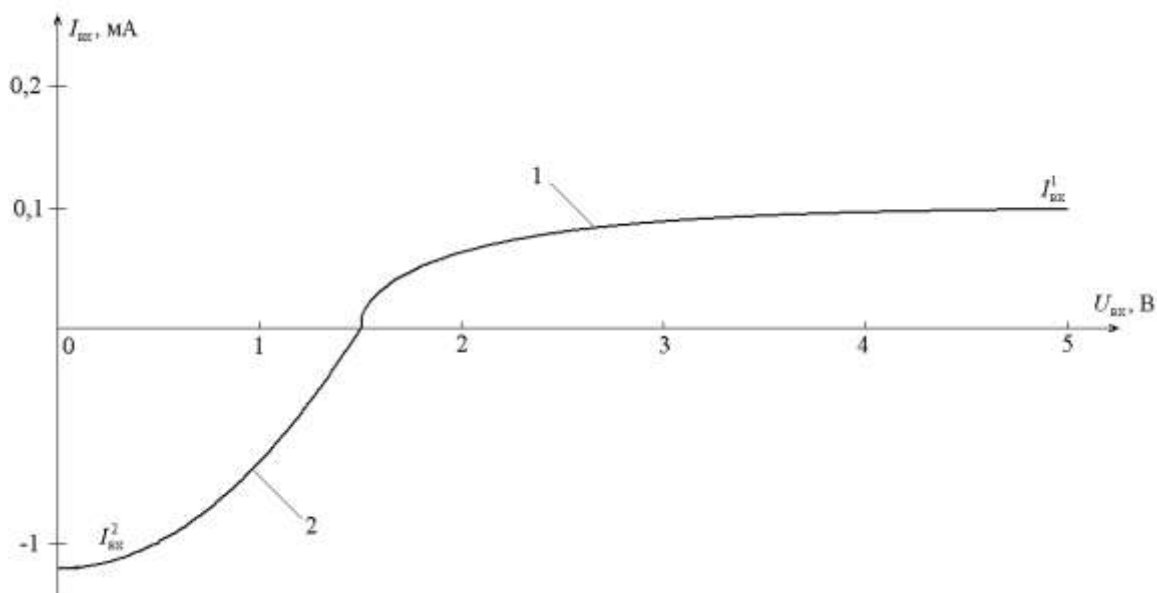

Рисунок 3.8 – Входная ВАХ ИМС: 1 – обратная ветвь ВАХ, 2 – прямая ветвь ВАХ
3. Снять входную ВАХ $I_{\text{вх}} = f(U_{\text{вх}})$ (см. рисунок 3.8):